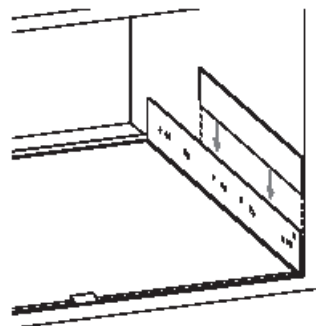

Рис. 4
- Смонтируйте нижнюю монтажную панель внутри кухонного шкафа после проверки необходимых для прибора размеров, указанных на рис. 4.